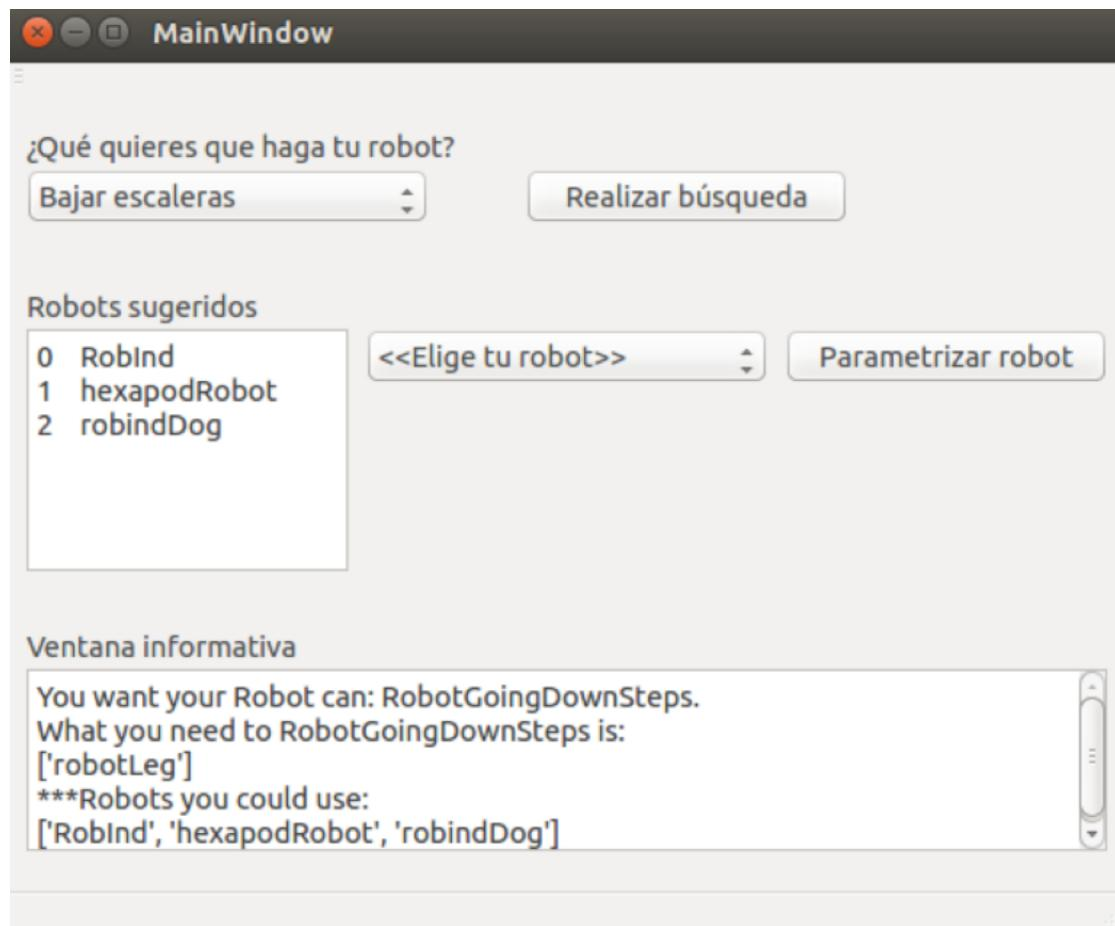

Figura 3: COREapp: Ejemplo - Robots sugeridos.
**PASO 2 - Robots sugeridos** En la Figura 3 podemos ver robots capaces de subir escaleras.